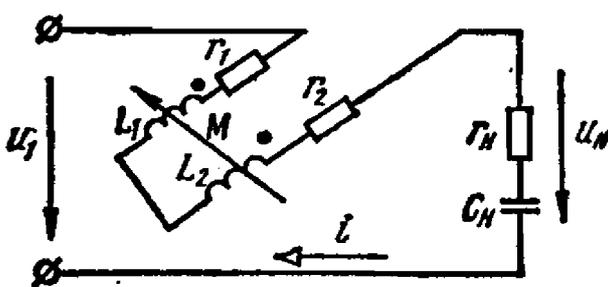

Рис. 5.4
5.4. На рис. 5.4 показана схема цепи, состоящей из последовательного соединения двух катушек вариометра и приемника, комплексное сопротивление которого $Z_H = (30 - j30)$ Ом. Параметры катушек $r_1 = 5,0$ Ом, $L_1 = 0,03$ Г, $r_2 = 5$ Ом и $L_2 = 0,1$ Г. Максимальная взаимная индуктивность катушек вариометра $M = 0,05$ Г. Угловая частота и напряжение источника питания цепи $\omega = 1000$ 1/с и $U = 100$ В. Найти пределы изменения напряжения U_H приемника при изменении взаимного положения катушек вариометра.